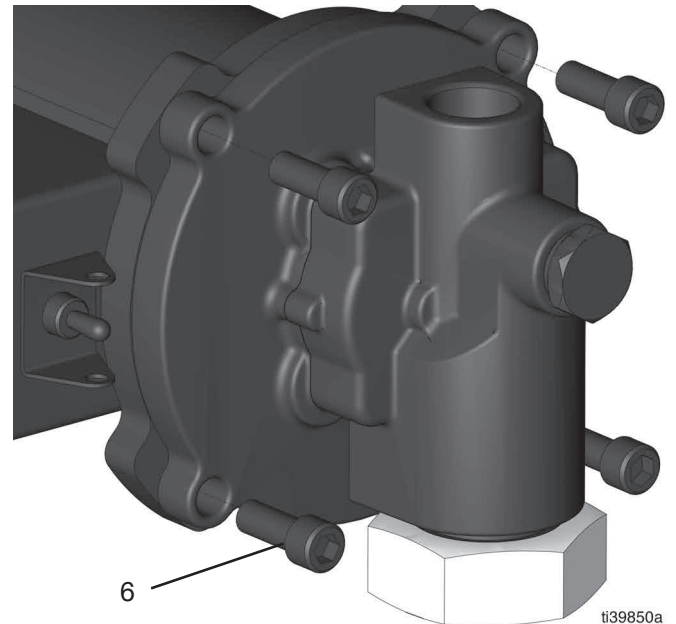

図 3
5. 5/16 インチ (8mm) の六角レンチを使用して、4 つのアレンスクリュー (6) を外します (図 3 を参照)。
3. 5/16 インチ (8 インチ) の六角レンチを使用して、4 つのアレンスクリュー (6) を配置して締めます (トルク 20 ft ポンド、27.1 N•m) (図 3 を参照)。